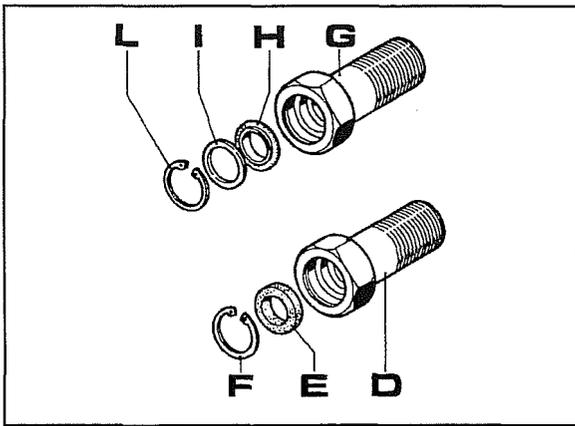

Fig. 5
6. Si l'anneau d'étanchéité **H** est de type Combi comme illustré dans la fig.5, remplacer l'anneau par un neuf. Si au contraire c'est un anneau pare-huile traditionnel **E** comme illustré dans la fig.5 il faut améliorer l'étanchéité en remplaçant les pièces **D-E-F** par les pièces **G-H-I-L**.